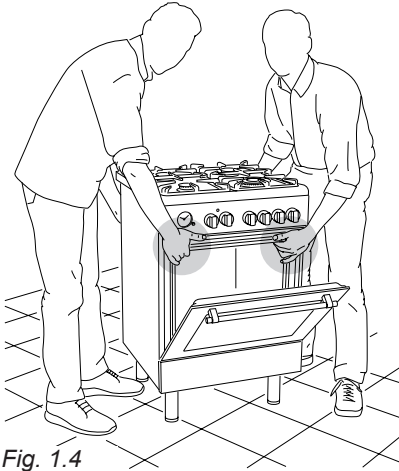
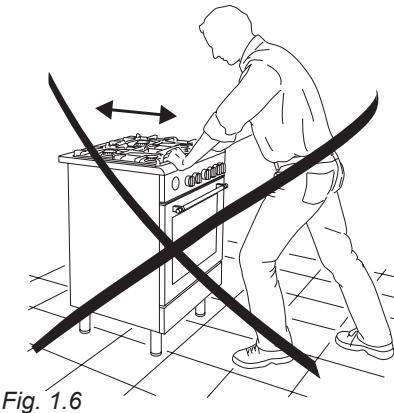

Fig. 1.4
Fig. 1.6
**ATTENZIONE:** La cucina deve essere sempre raddrizzata da due persone per evitare di danneggiare i piedi (fig. 1.4).
**ATTENZIONE:** Quando si sposta la cucina nella sua posizione definitiva, **NON TRASCINARLA** (fig. 1.6), ma sollevare i piedi dal pavimento (fig. 1.4).